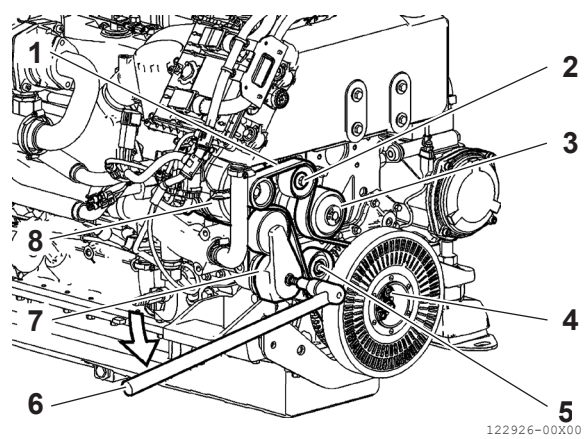

Figura 20
2. Retire la correa (**Figura 20 [1]**) accionando el tensor automático de la correa (**Figura 20 [7]**) con la herramienta indicada (**Figura 20 [6]**) desde el alternador (**Figura 20 [8]**), la bomba de agua (**Figura 20 [3]**), las poleas (**Figura 20 [2]**) y (**Figura 20 [5]**), y la polea del cigüeñal (**Figura 20 [4]**).
5. Utilice la herramienta indicada (**Figura 20 [6]**) en el tensor automático de la correa (**Figura 20 [7]**) para colocar la nueva correa en posición de funcionamiento.
6. No se requieren ajustes adicionales. La tensión de la correa se ajusta automáticamente mediante el muelle calibrado del tensor automático de la correa (**Figura 20 [7]**).